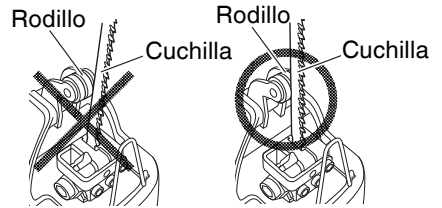

Fig. 4
- Compruebe la cuchilla provista entre la ranura del rodillo. (Fig. 4)